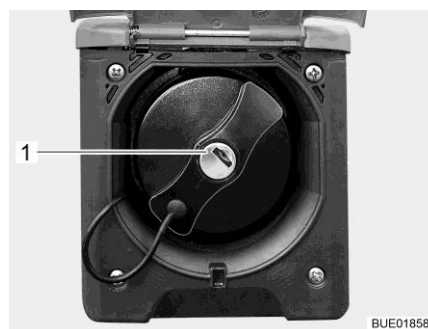

Fig. 45 Coperchio per bocchettone di riempimento per il rifornimento di carburante
- Inserire la chiave nel cilindro della serratura (Fig. 45,1) e ruotare in senso antiorario.